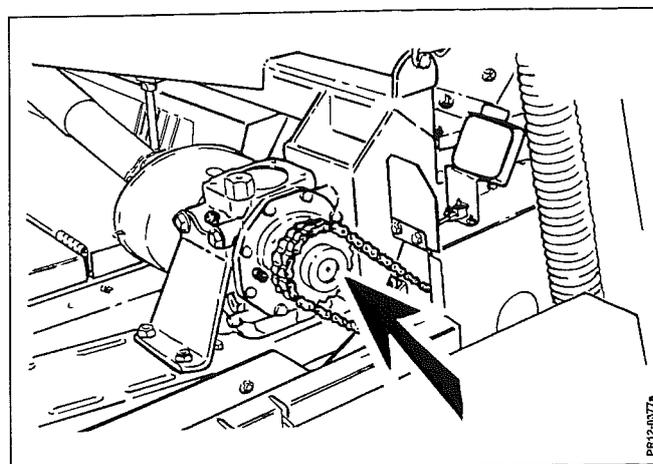

Fig. 2-9
- Fig. 2-9** **Kontrol, PTO 1000 o/min.:**